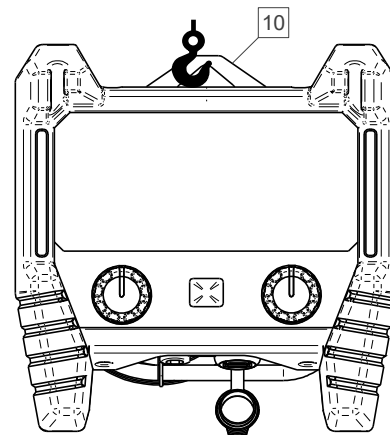

Figure 6
- Le support [10], qui est utilisé pour suspendre le dispositif RC (Figure 6).